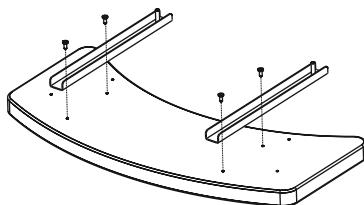

Рисунок 9
9. К каждой столешнице прикрепите саморезами по два кронштейна (см. рисунок 9).
Отверстие в полу, под грилем, ф250 мм - идеальный вариант организации притока свежего воздуха. В этом случае между полом помещения и грунтом должно быть открытое пространство с хорошей вентиляцией (см. рисунок 9). При такой организации притока воздуха не будет создаваться неприятного сквозняка. Приток воздуха при горении усиливается, тем самым создавая хорошую тягу в трубе и исключая поступление дыма в помещение.